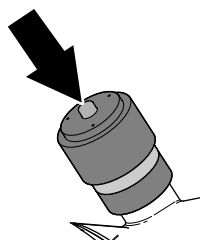

Figura 111
6. Si se muestra una banda roja en el indicador de mantenimiento, pulse el botón de reinicio situado al final del indicador (Figura 111).